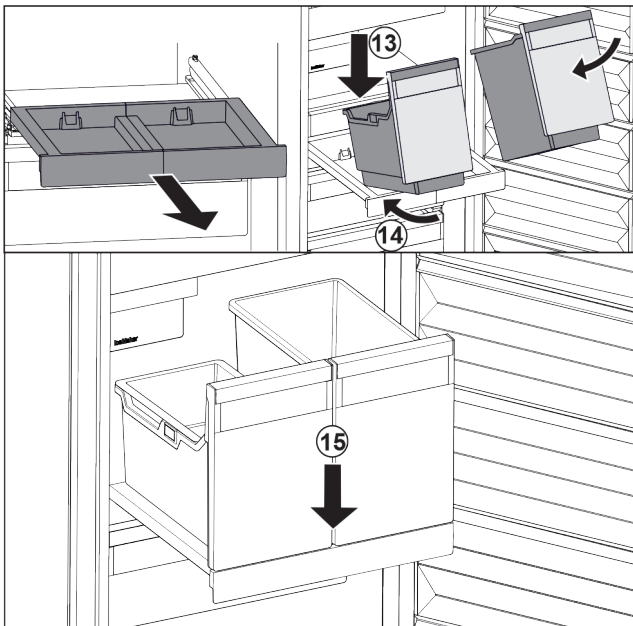

Fig. 110
- ▶ Встановити резервуар на витягну панель навкоси. Fig. 110 (13)
- ▶ Насунути резервуар навкоси до зад. Fig. 110 (14)
- ▶ Резервуар опустити спереду. Fig. 110 (15)